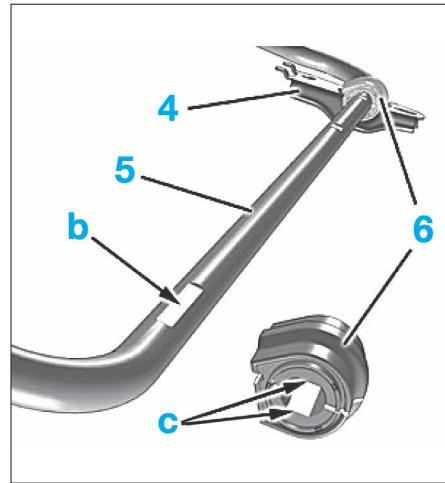

FIG. 15
Le positionnement latéral et horizontal est réalisé par deux méplats en "c" à l'intérieur du palier (6) et des empreintes en "b" sur la section de barre stabilisatrice (Fig.15).